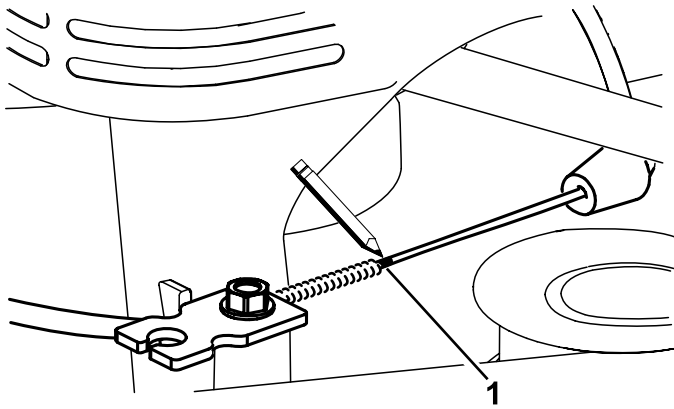
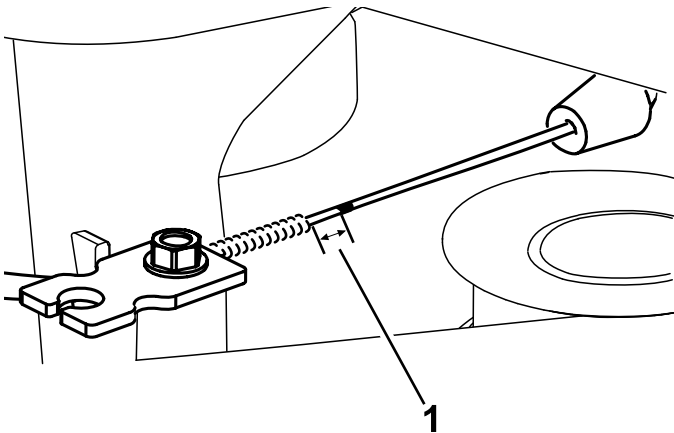

Bild 49
Bild 50
- Markieren Sie den Bremszug (**Bild 49**) und stellen Sie dann den Mantel ein, bis das Spiel ca. 3 mm ist (**Bild 50**).